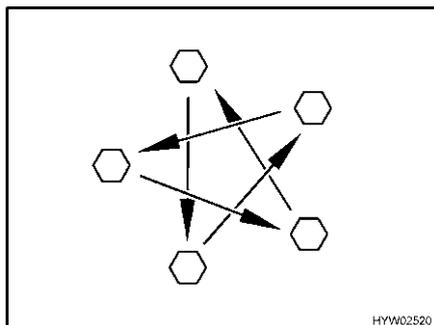

Fig. 230 Apretar las tuercas o los tornillos de las ruedas en forma de cruz
- Comprobar periódicamente que las tuercas o tornillos de las ruedas estén firmemente apretados. Reajustar en forma de cruz (Fig. 230) las tuercas o tornillos después de cambiar una rueda, al cabo de 50 km. Par de apriete, véase apartado 13.5.2.
- ▷ Apretar en forma de cruz las tuercas o los tornillos de las ruedas (Fig. 230).